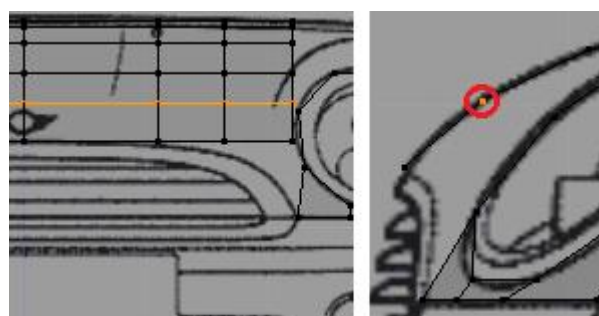

Figura 4.28
33. Seleccione o contorno horizontal criado em 29, e, na janela Right Ortho, adapte-o ao modelo, figura 4.28.